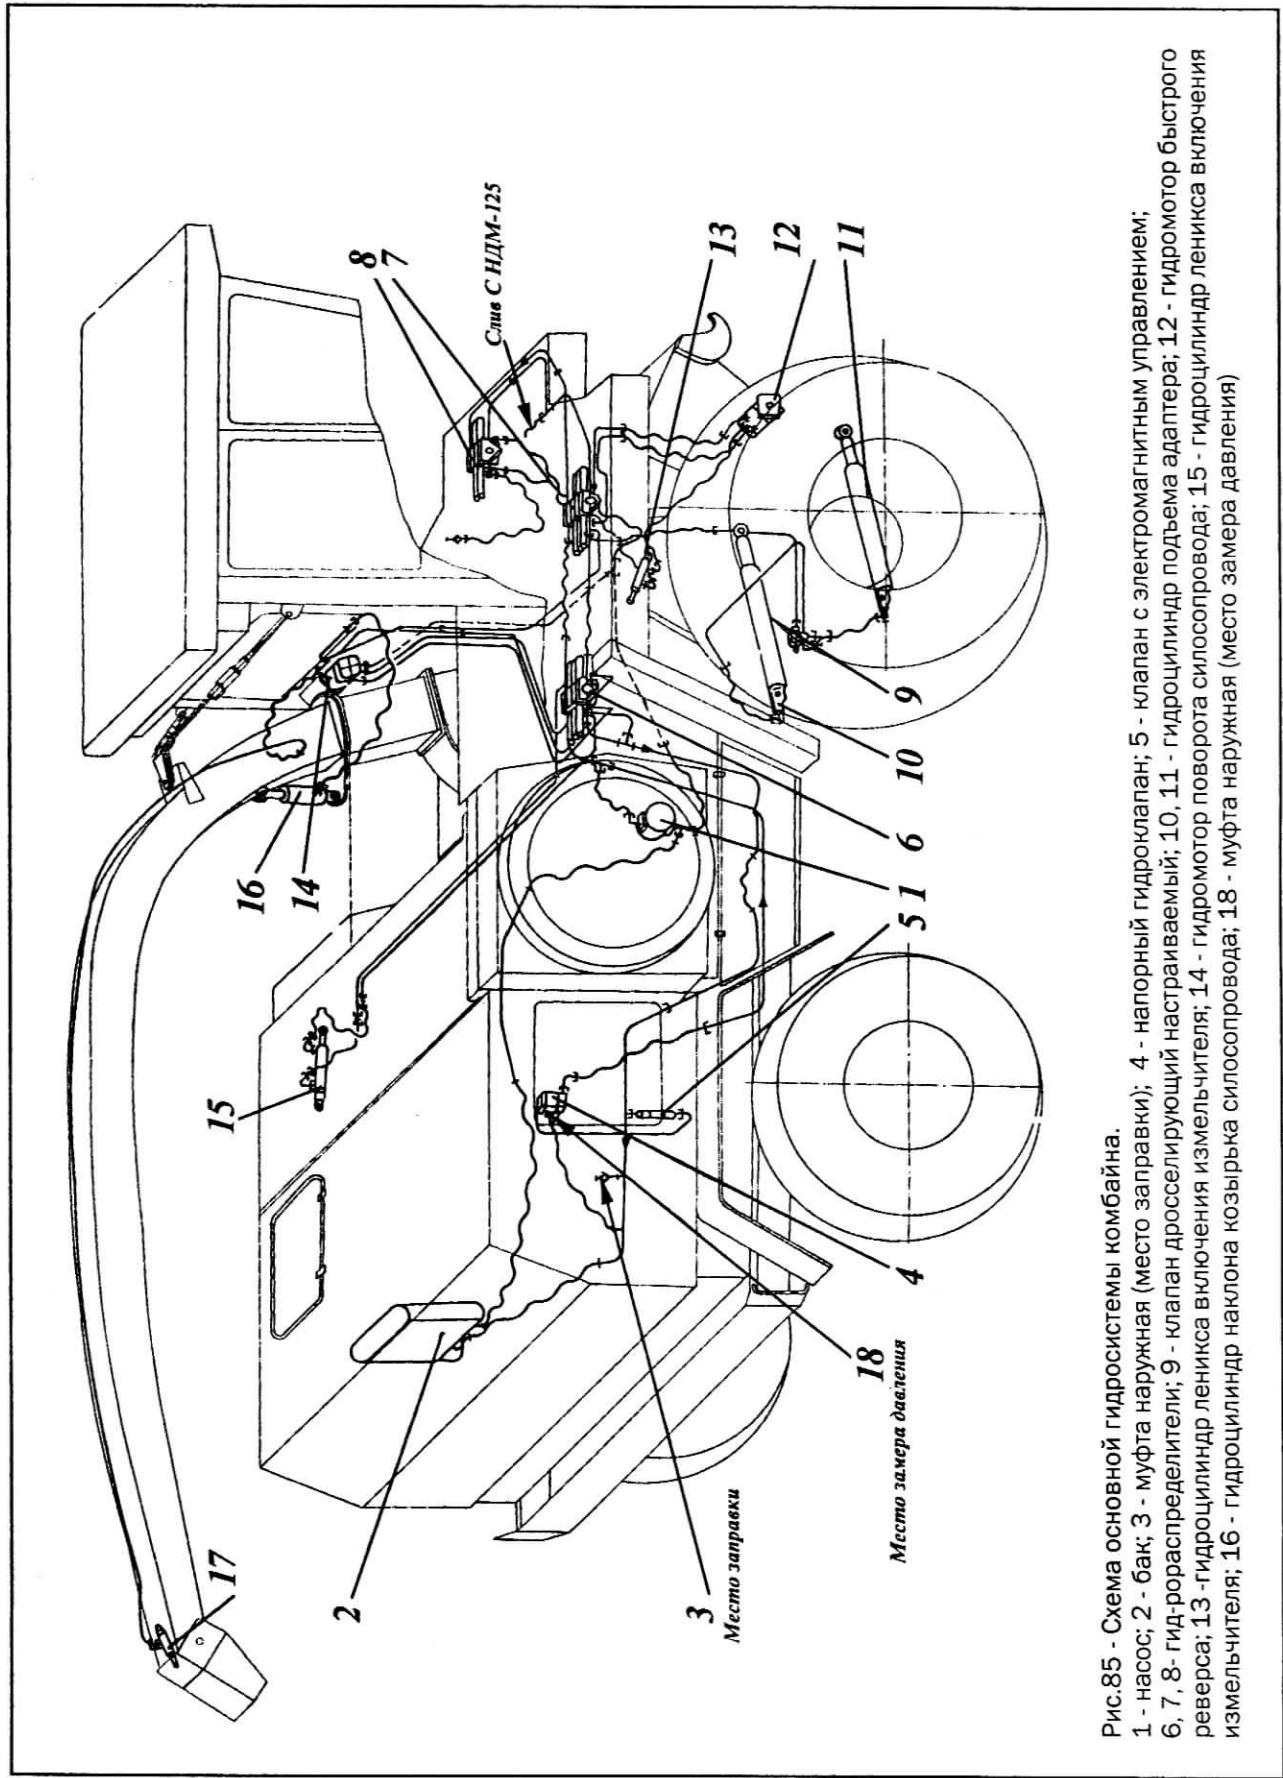

Рис.85 - Схема основной гидросистемы комбайна.
Основная гидросистема (рис.85) предназначена для подъема и опускания адаптера, изменения частоты вращения шнека подборщика, включения питающего аппарата, включения барабана, быстрого реверса питающего аппарата, поворота и наклона силисопровода и наклона козырька силисопровода.
3.5.1 Работа основной системы (рис.85).